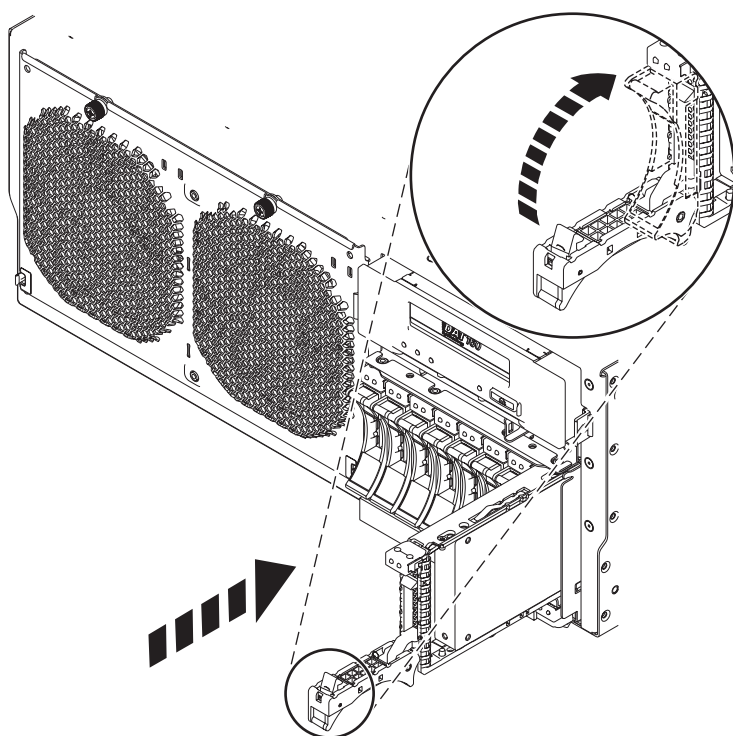

Figure 8. Installation de l'unité de disque dans l'unité centrale
5. Faites glisser complètement l'unité dans l'unité centrale ou l'unité d'extension, et poussez la poignée de l'unité (A) jusqu'à ce qu'elle s'enclenche, comme indiqué dans la figure 8.